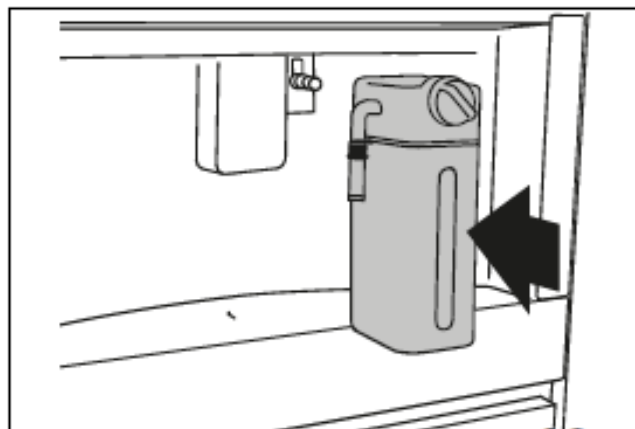

Рис. 34
Нажимая снизу, подсоедините контейнер для молока (D) к соединительной насадке (A10) (рис. 34): прибор подаст звуковой сигнал (если функция звукового уведомления включена).